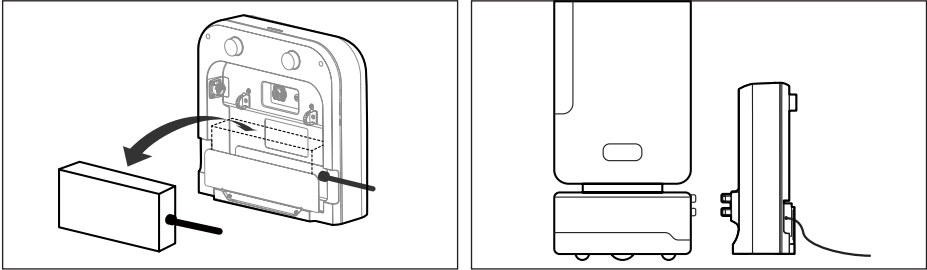

Figura 3
2. Dopo aver collegato l'interfaccia dell'alimentatore alla stazione di ricarica, è possibile inserire l'alimentatore nello slot designato (fare riferimento alla Figura 3).
4. Dopo aver collegato l'alimentatore alla stazione di ricarica, assicurarsi che la stazione sia posizionata saldamente. Una volta agganciato il robot alla stazione di ricarica, può iniziare la ricarica (vedere Figura 3).